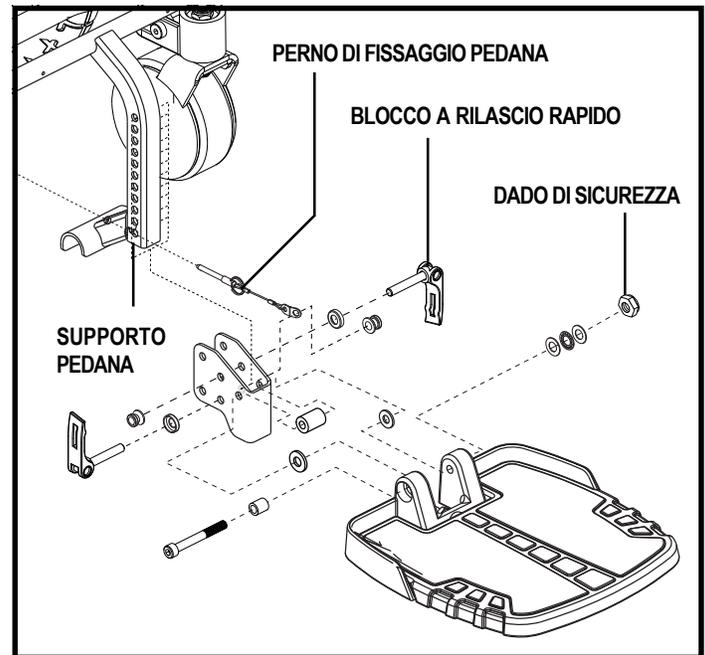
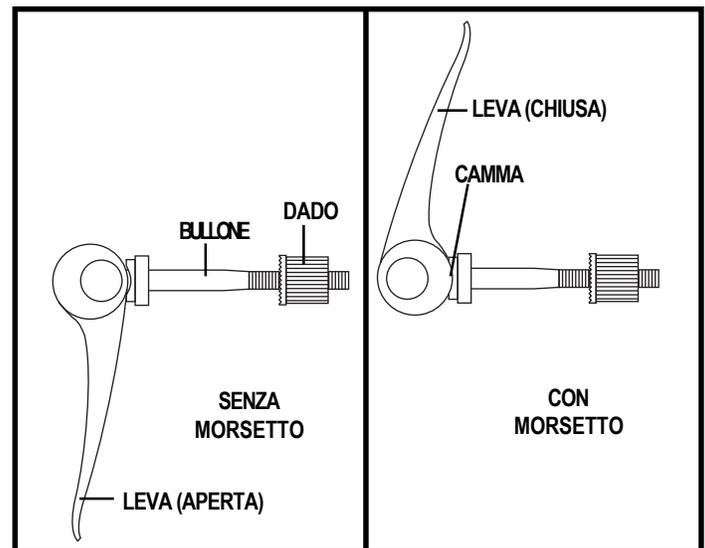

Figura 15. Regolazione pedana
Figura 16. Funzionamento della chiusura di sblocco rapido
1. Rimuovere i blocchi a rilascio rapido dal supporto del pianale poggiapiedi. Vedere figura 15.
**Chiusure di sblocco rapido:** Il pianale poggiapiedi è attaccato alla base di alimentazione con due blocchi a rilascio rapido. Vedere figura 15. Ciascun blocco a rilascio rapido è costituito da un bullone, una leva e un dado. Vedere figura 16. La leva è dotata di una camma che consente di bloccare in posizione. La chiusura di sblocco rapido ha due stati: bloccato e sbloccato. Quando la leva è aperta, la chiusura di sblocco rapido è sbloccata. Quando la leva è chiusa, la chiusura di sblocco rapido è bloccata.